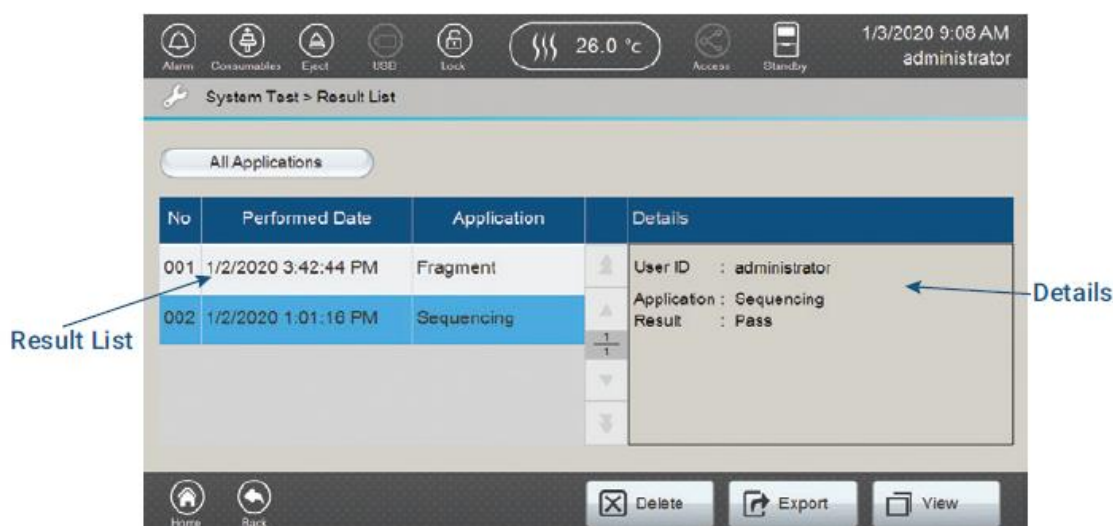

図 228 Sequencing System Test を選択した Result List 画面
2. 確認したい system test を選択すると、「Result List」画面に選択した system test の Details が表示されます。（図 228）